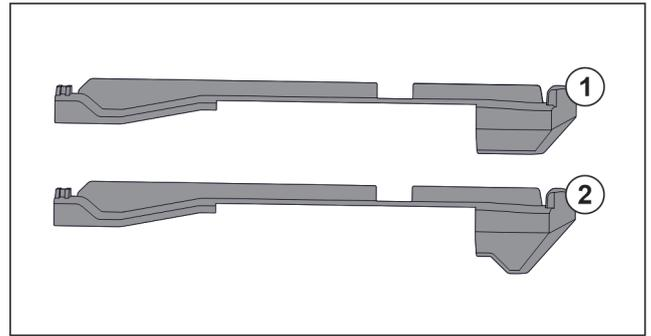

Fig. 46 Comparaison des éléments emboîtables
L'appareil comprend deux éléments emboîtables différents. L'élément emboîtable au-dessus du tiroir inférieur Fig. 46 (2) a un bord triangulaire. Tous les autres éléments emboîtables Fig. 46 (1) ont un bord droit.
- Poser l'élément emboîtable Fig. 46 (2) avec le bord triangulaire sur le tiroir inférieur.
- Poser l'élément emboîtable Fig. 46 (1) avec le bord droit à tous les autres endroits.